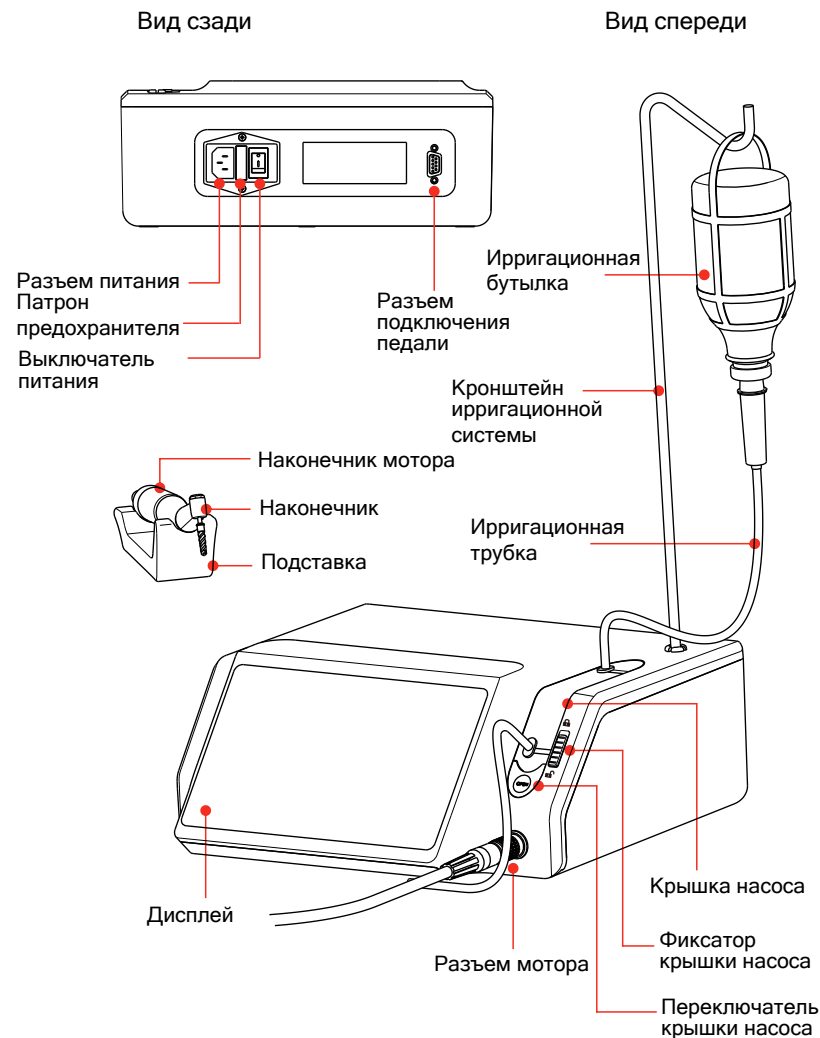

Рисунок 2
3.2. Схема основного блока (рисунок 2)